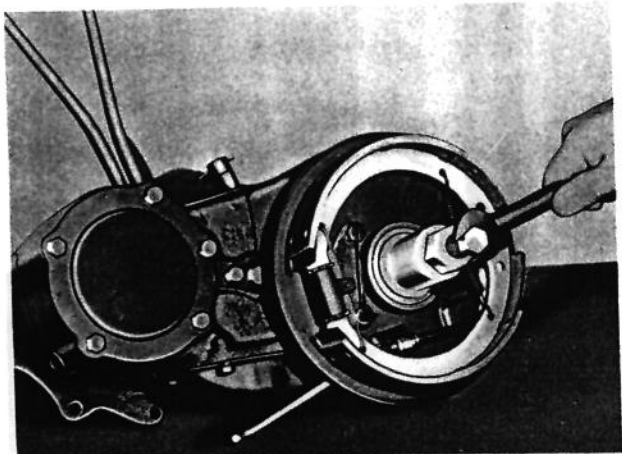

Fig. 163
- o vedador de óleo, com a ferramenta W-165 (veja a fig. 163)